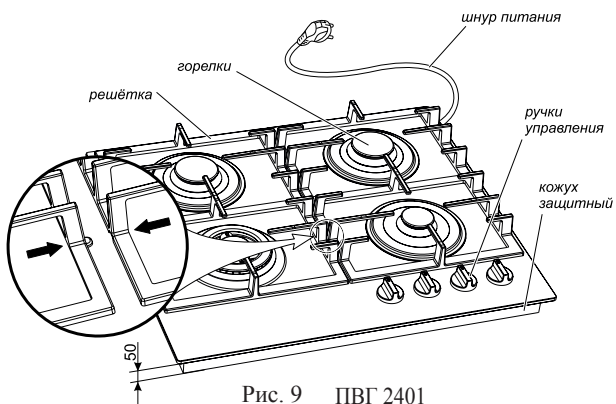

Рис. 9 ПВГ 2401
**ВНИМАНИЕ!** Правильное расположение решеток изображено на рис. 9.